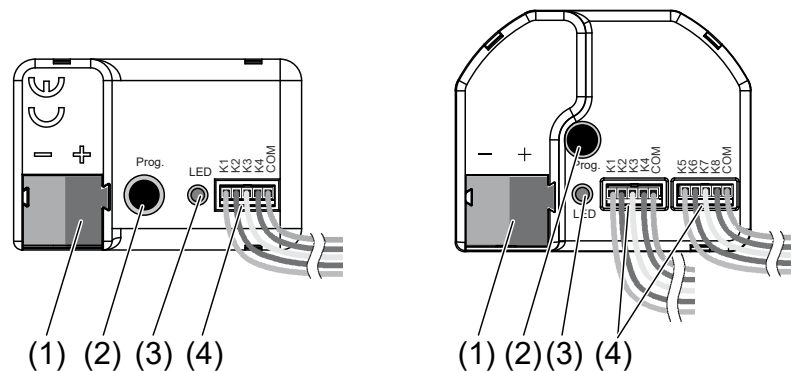

Bild 1: Enhetens konstruktion
- Anslut bussledningen till anslutningsplinten med korrekt polaritet (röd = +, svart = -) (se bild 1).